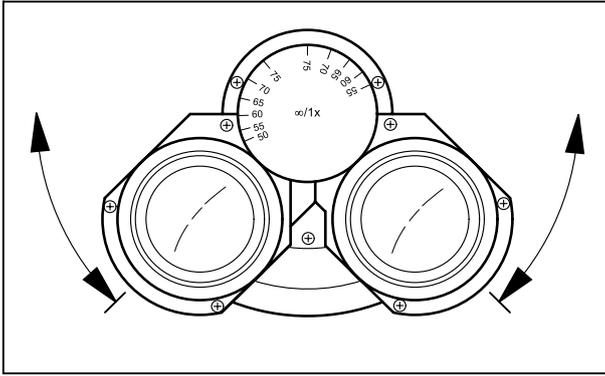

Figura 5 Ajuste de la distancia entre los oculares
- Adaptar la distancia entre los oculares a la distancia interpupilar individual del observador por giro simétrico de los dos portaoculares en contrasentido (Figura 5).